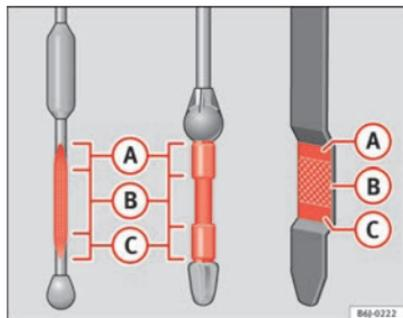

Fig. 166 Vareta de medição do nível de óleo
- Em seguida, retire-a novamente e verifique o nível do óleo ⇒ fig. 166. Caso seja necessário, reponha óleo do motor.